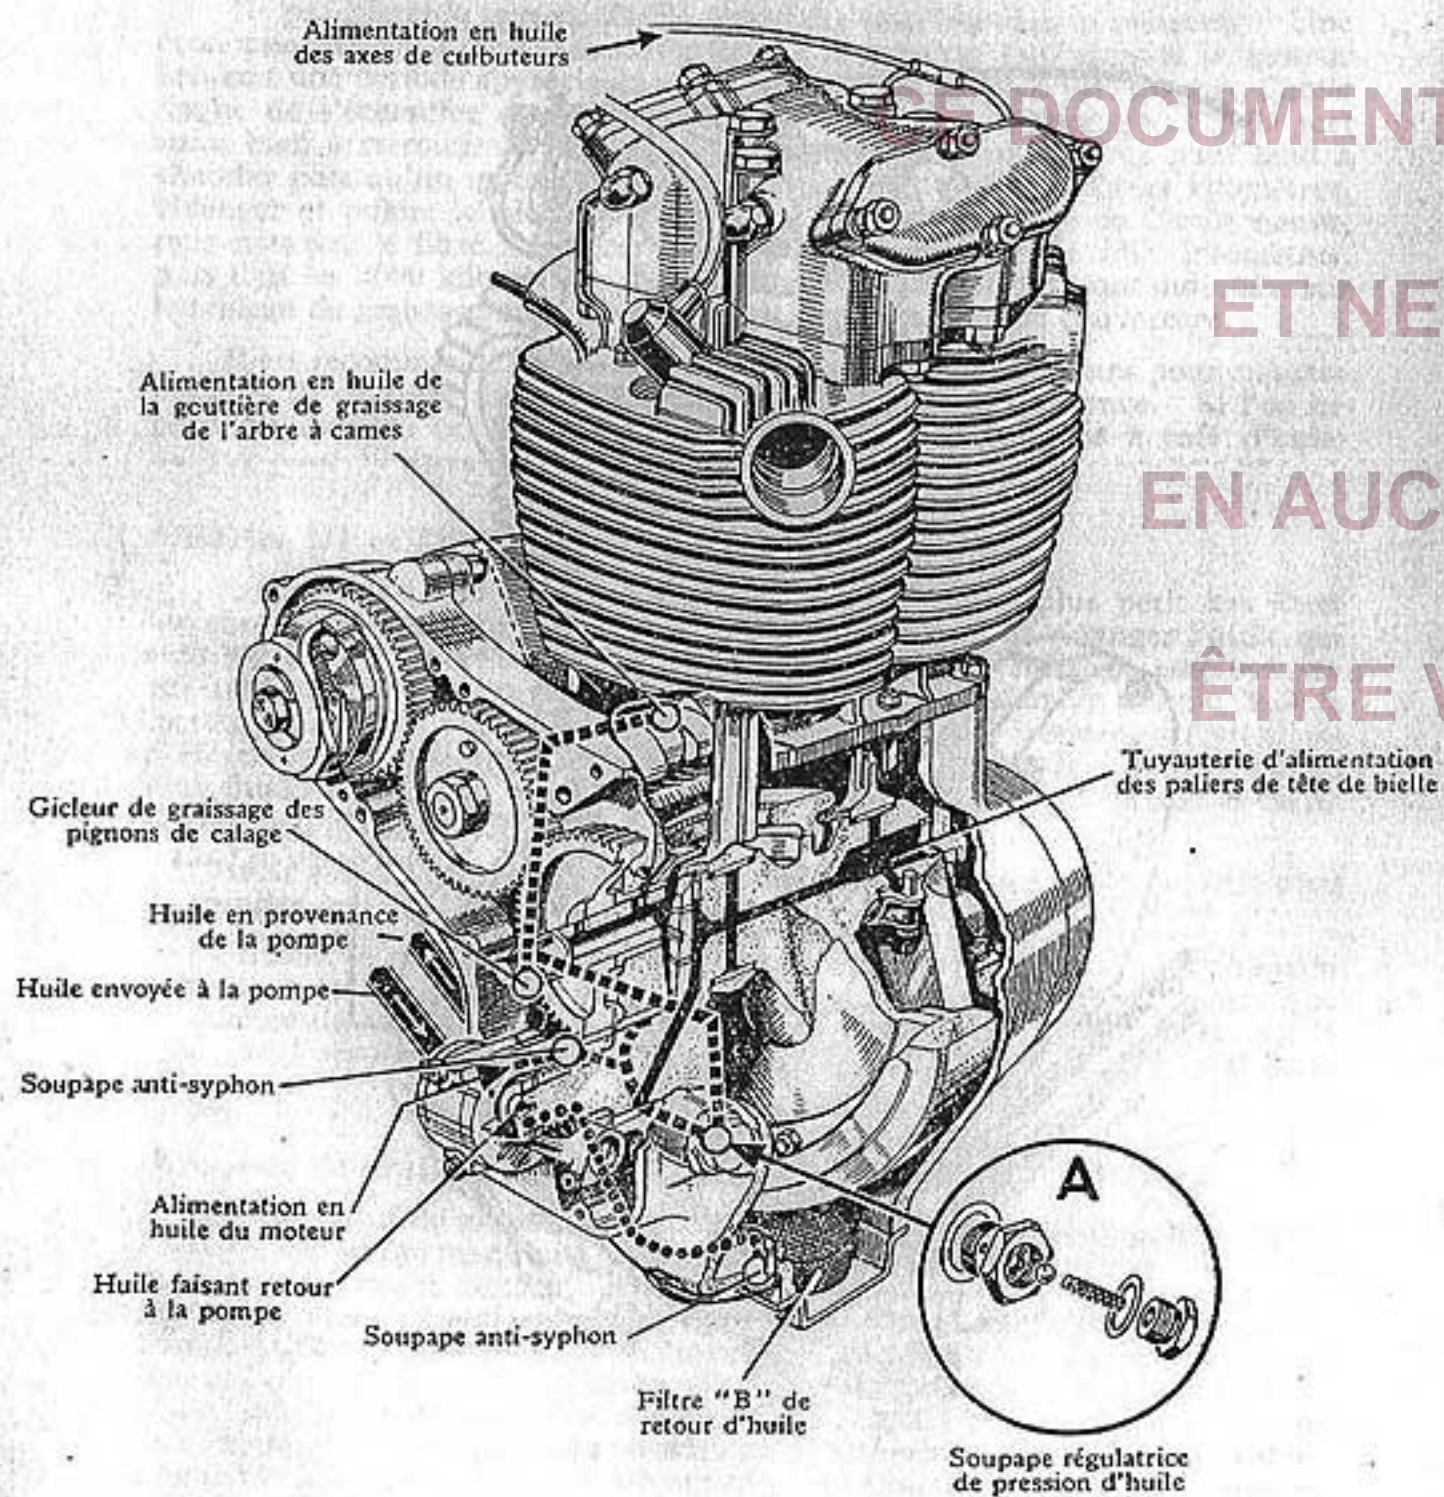

FIGURE 2. Graissage du moteur
Une soupape de by-pass est montée entre l'extrémité côté "décharge" de la pompe et le palier de tête de bielle. Cette soupape est réglée pour contrôler la pression régnant dans le dispositif d'alimentation d'huile; elle doit être examinée périodiquement (tous les 1500 kilomètres par exemple) de manière à s'assurer qu'elle fonctionne librement et qu'aucun corps étranger ne l'empêche de se déplacer. Cette soupape est représentée en détail sur la vue "A" de la figure 2; si l'on démonte la soupape, toutes les pièces doivent être rincées parfaitement à l'essence avant d'être remontées.
Déposer la soupape et s'assurer qu'elle est propre; procéder comme l'indique la page (9) et comme le montre le détail A de la figure 2.